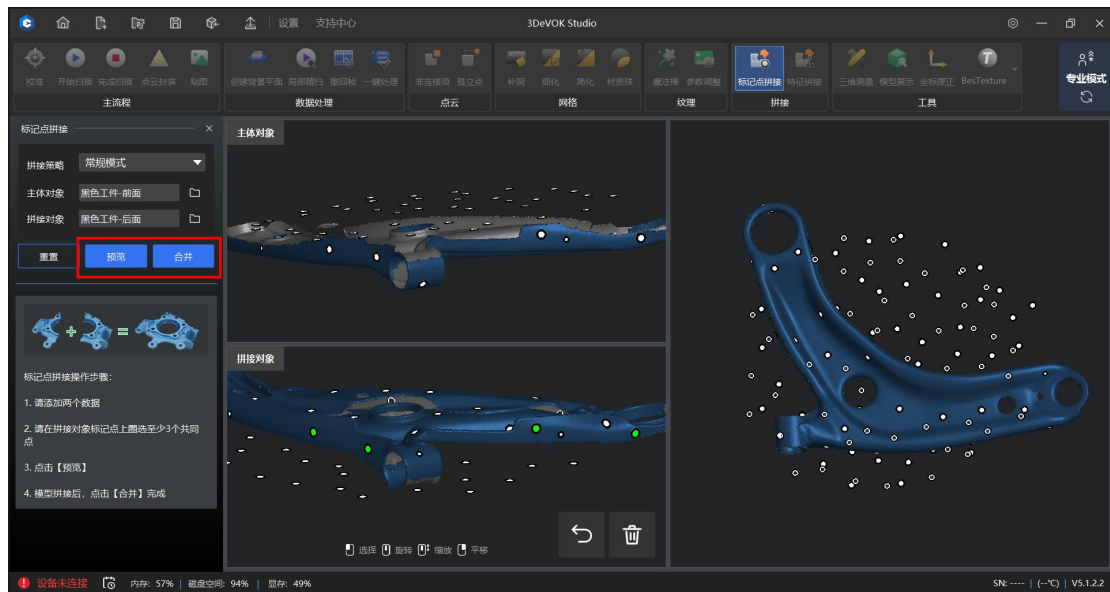

图 9-9 标记点拼接预览效果
5. 模型拼接完毕后，点击“预览”按钮，在右侧窗口查看模型拼接效果。确认拼接无误后，点击“合并”按钮，即可进入软件点云界面，可进行封装等操作，如图 9-9 所示。